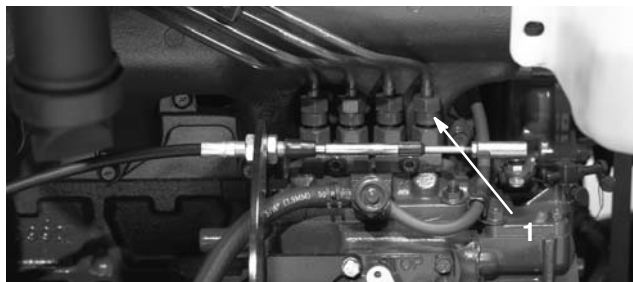

Figure 51
1. Desserrez le raccord entre l'injecteur N° 1 et le porte-injecteurs sur la pompe d'injection (Fig. 51).